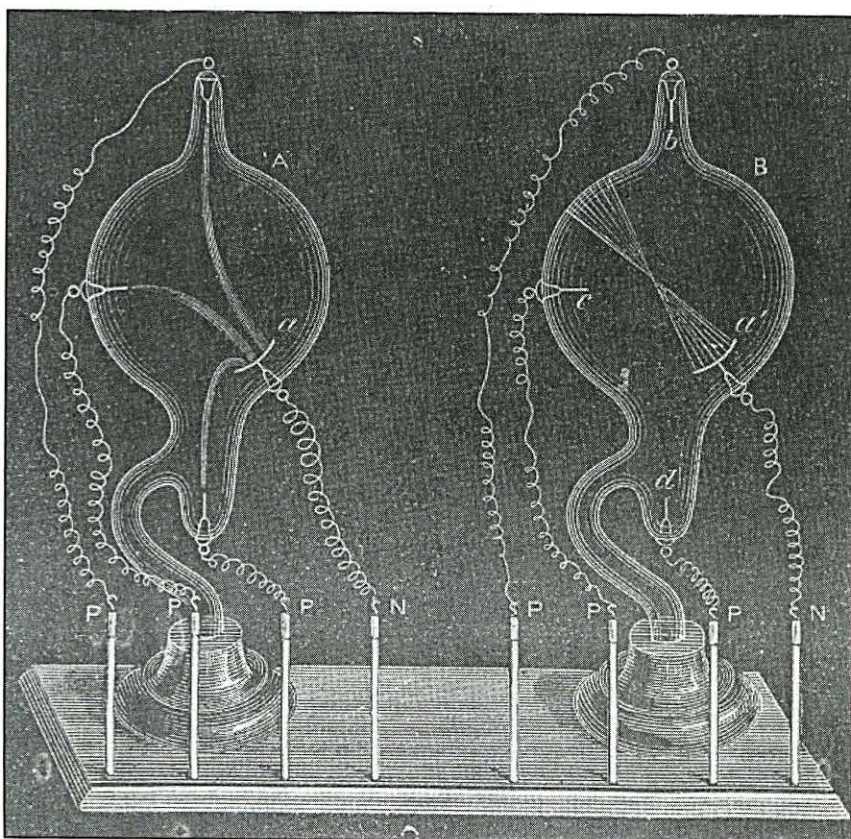

Fig. 11 - tubi di Crookes
I fenomeni citati si rendono evidenti con i tubi di fig. 11: due globi di vetro hanno, ciascuno, tre elettrodi (B/C/D) che comunicano col polo positivo ed uno concavo (A) che comunica col polo negativo.